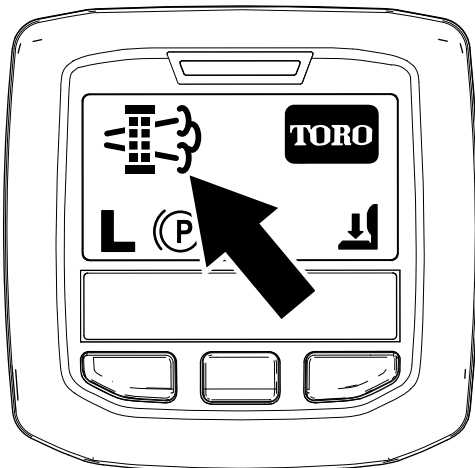

Figura 80
- Când computerul motorului solicită fie o regenerare în stare de parcare, fie o regenerare de recuperare, pictograma privind solicitarea de regenerare (Figura 80) este afiată în InfoCenter.